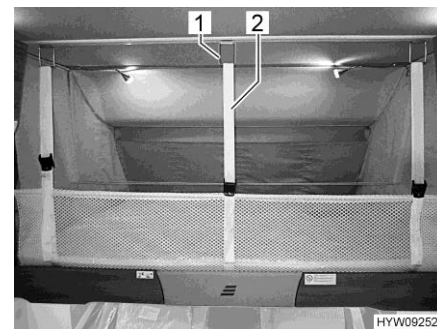

Fig. 93 Rete protettiva (letto basculante)
- Staccare le cinture di ritegno (Fig. 93,2) e sistemare la rete protettiva sotto il materasso.
- Agganciare le cinture di ritegno (Fig. 93,2) ai ganci (Fig. 93,1) del soffitto.